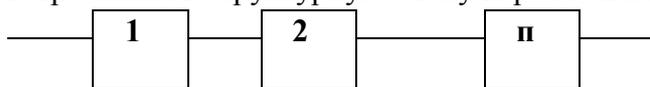

Рис. 1 Последовательное соединение элементов (подсистем) в технической системе
1) если отказ элемента приводит к отказу всего объекта, то элемент считается встроенным в структурную схему последовательно (рис. 1);
**Третий этап:** является основным этапом, на котором составляется структурная (логическая) схема надежности водогрейной котельной как технической системы. Составляется структурно-логическая схема в соответствии с рис. 1 и/или 2. Эта схема характеризует состояние (работоспособное или неработоспособное) ТС в зависимости от состояния отдельных элементов (подсистем). При построении схемы используйте нумерацию элементов (подсистем) ТС, как в таблице 1: 1- водогрейный котел; 2 - газовая горелка; 3- запальное устройство; 4- датчик контроля пламени; 5- клапан запорный; 6- клапан отсечной.
Технологическая система Терминала представлена на рис.1. Топливный газ подводится от магистрального газопровода (МГ) очищается от влаги и примесей и подается в распределительную сеть. Постоянный персонал на Терминале отсутствует, управление процессом осуществляется из операторной Объединенного берегового технологического комплекса подготовки нефти и газа (ОБТК). Функционирование системы контрольно-измерительных приборов (КИП) и автоматики обеспечивается электроэнергией от газогенераторов; в аварийных ситуациях электроснабжение может кратковременно поддерживаться источником бесперебойного питания (ИБП).